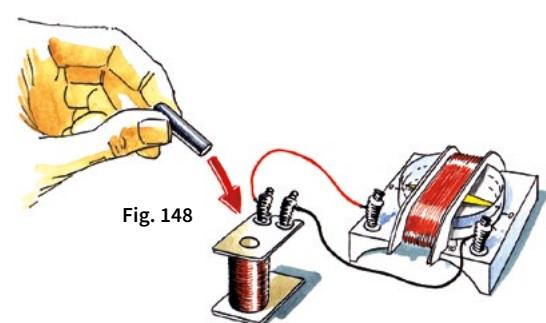

Fig. 148
a) Nous relierons le bobinage au galvanomètre (fig.148). Dans le tube du bobinage, nous faisons glisser rapidement l'aimant permanent : l'aiguille du galvanomètre dévie, mais retourne immédiatement à sa position première. Si maintenant, nous retirons brusquement l'aimant permanent de son logement, l'aiguille du galvanomètre déviera dans l'autre sens.